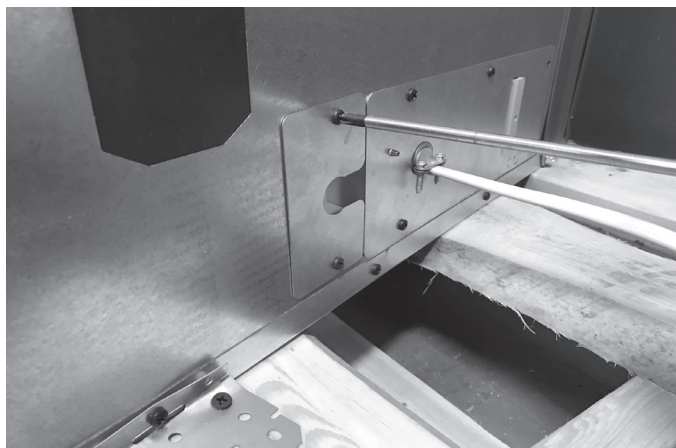

Figure 8.1 : Couvercle d'accès
- Retirez le couvercle d'accès latéral (2 vis). Voir la figure 8.1.